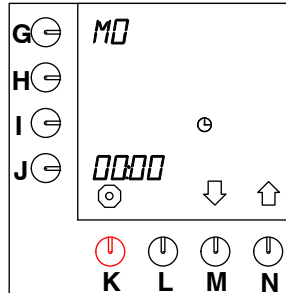

Fig. 31 Aktuell dag och tid
- Tryck på valtangenten (N.)↑ tills fig. 31 (Aktuell dag och tid) visas på displayen.
- Timinställningen bredvid programmeringstangenten börjar blinka (fig. 31).